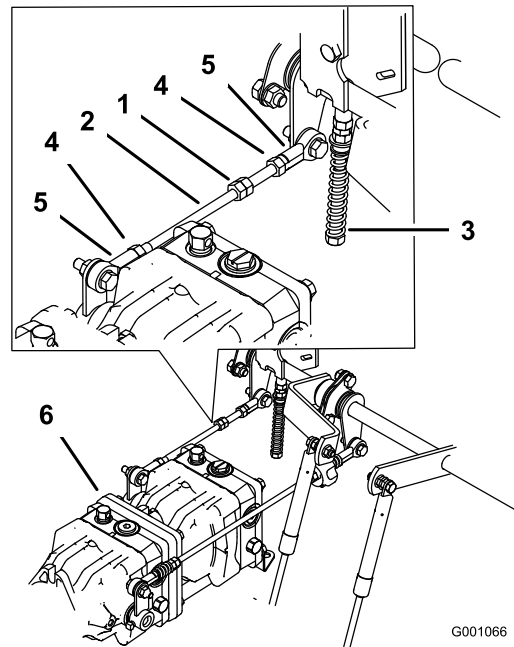

Bild 74
1. Lockern Sie die Sicherungsmuttern an den Kugelf Gelenken der Pumpsteuerungsstange (Bild 74).
3. Stellen Sie die Länge der Pumpstange ein, indem Sie die Doppelmuttern an der Stange so weit in die entsprechende Richtung drehen, bis das Rad stillsteht oder sich leicht zurückdreht (Bild 74).
6. Ziehen Sie die Klemmmuttern an den Kugelf gelenken fest (Bild 74).